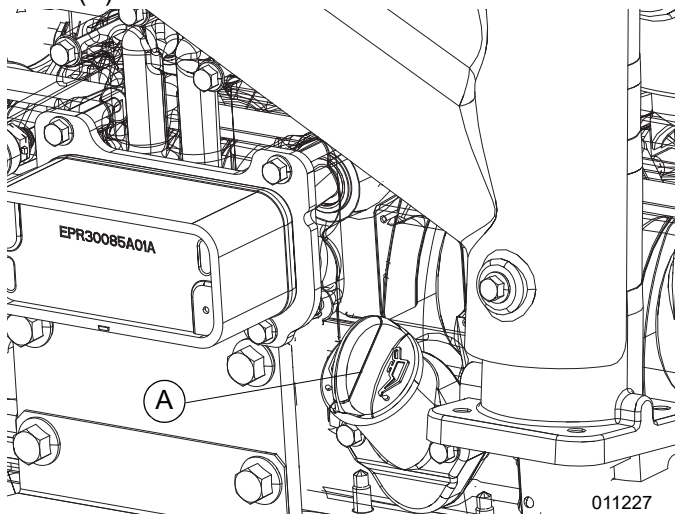

Figure 5-7. Emplacement de la jauge d'huile
6. Voir Figure 5-7. Retirer lentement la jauge d'huile (A).